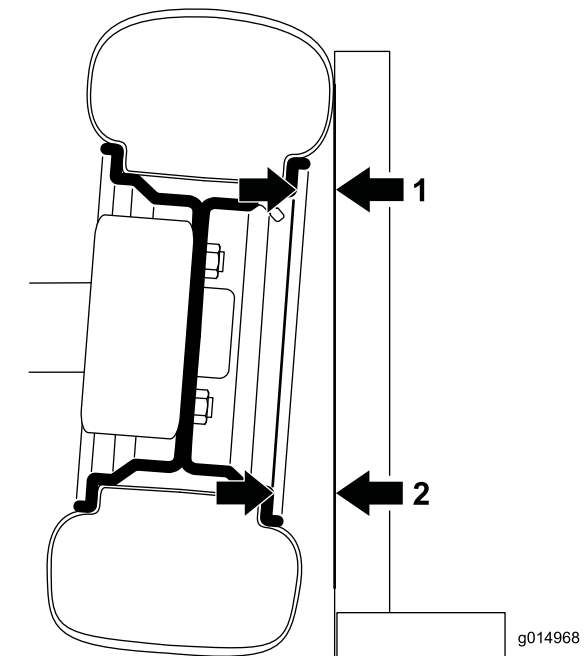

Bild 60
1. Zum Messen der Neigung legen Sie ein rechtwinkliges Rechteck auf den Boden, wobei die vertikale Kante die Vorderseite des Reifens berühren sollte (Bild 60).
2. Messen Sie von demselben Teil der Felge oben und unten am Reifen zum Rechteck (Bild 60).